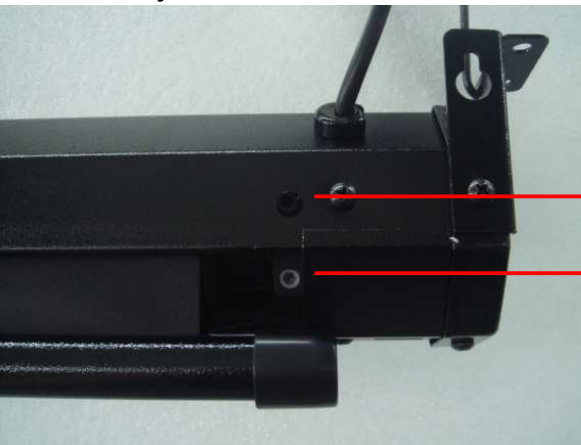

Fig. 2
2. Dübel verwenden und die Schrauben eindrehen. Die Schraube ca. 0,3 cm rausstehen lassen ( Fig. 2).